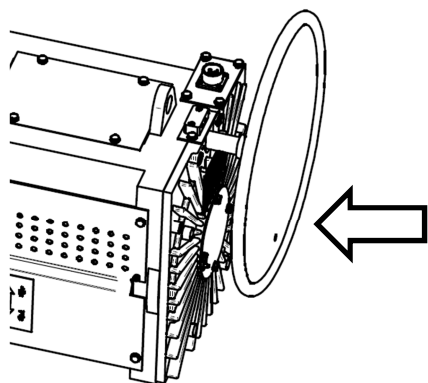

图 19 盘车装置装入盘车座
3. 将装配好的盘车手轮组件装入盘车套孔中（见 P9 图 19）。